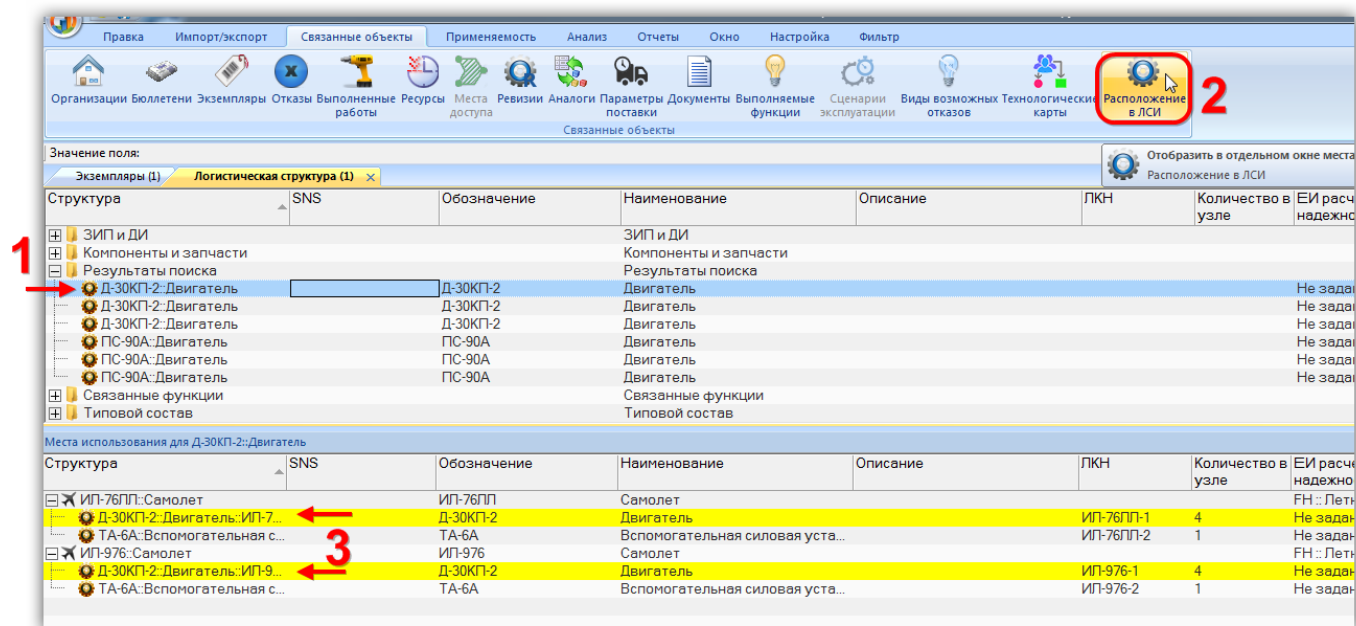

Рис. 10-70 – Результаты поиска компонента и его отображение в ЛСИ
3) Выбрать нужный объект (1 на рис. 10-70) и нажать кнопку «Расположение в ЛСИ» панели «Связанные объекты» (2 на рис. 10-70).
4) В открывшемся окне связанных объектов «Места использования» для компонента в логистической структуре будут выделены найденные компоненты (3 на рис. 10-70).
В результате откроется окно «Места использования» для выбранного компонента, аналогичное изображенному на рис. 10-70.